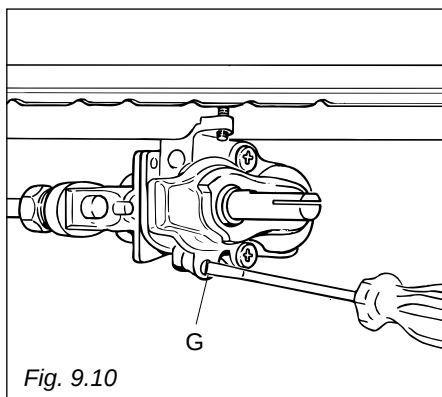

Fig. 9.10
- enlever la manette et avec un tourne-vis "G" dévisser d'environ 3 tours la vis bypass (Fig. 9.10), en passant à travers l'ouverture du tableau de bord;
- après avoir enlevé la manette à nouveau en veillant à ne pas faire tourner la tige du robinet, fermer doucement la vis bypass "G" (Fig. 9.10) jusqu'à l'obtention d'une flamme de 3-4 mm de long.